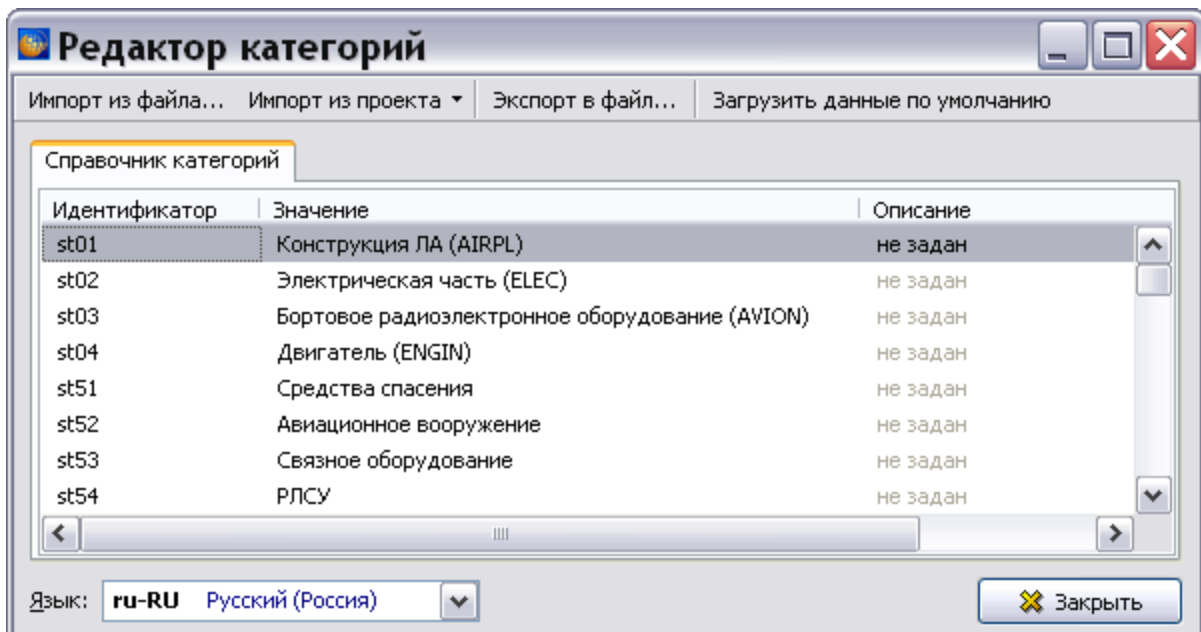

Рис. 7.38
- Нажмите на кнопку **Открыть редактор** . При этом появится окно **Редактор категорий** (Рис. 7.38).